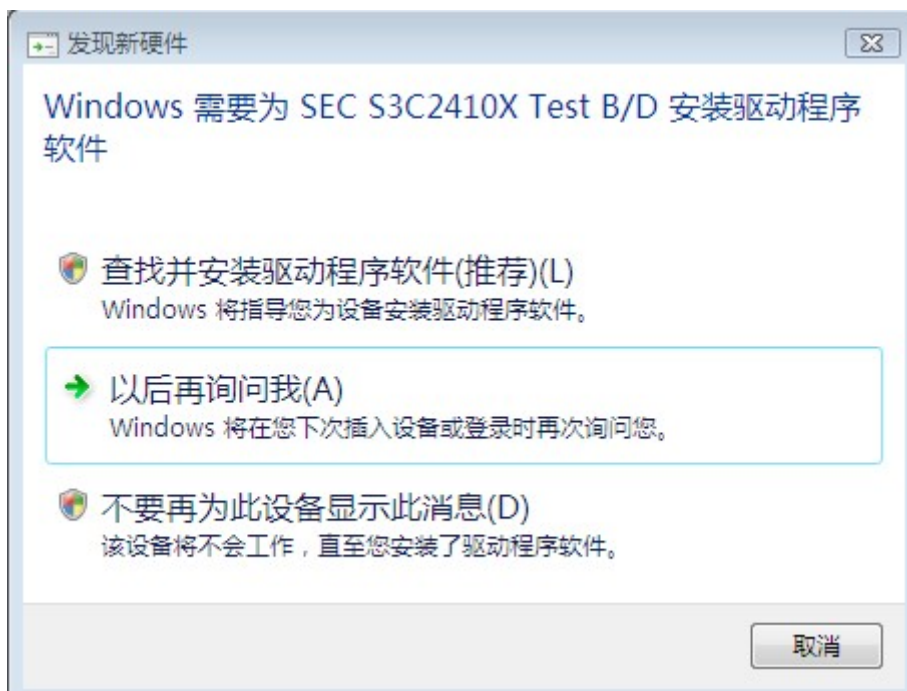

图 2-17 VISTA 发现驱动
- 将触摸屏的 USB 连接线插入电脑，会出现如下图 2-17 的提示页面：